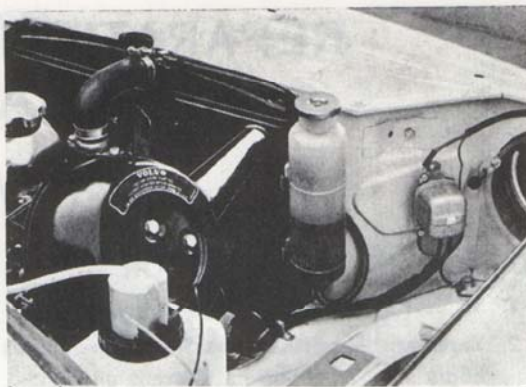

Bild 10. Kylare med expansionskärl
9. Justera kopplingsspelet enligt avd. 4 (41)
13. Montera avtappningspropp i kylaren, sätt kylaren på plats och dra fast den. Montera kylslangar och expansionskärl med slang, som dras från kylaren och **framför** expansionskärllet, så att den går fri från fläkten (bild 10).